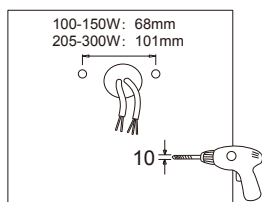

figure 9
1. Percez des trous dans le mur tel qu'illustré. (figure 9)